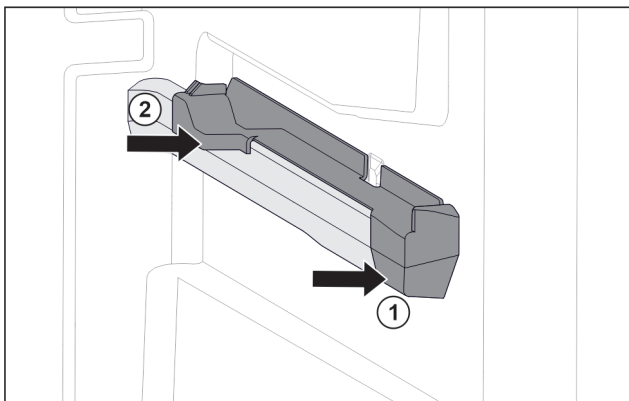

Fig. 109 Élément emboîtable sur la nervure de récipient droite
- ▶ Poser le devant de l'élément emboîtable contre la nervure de récipient. Fig. 109 (1)
- ▶ Enfoncer l'arrière de l'élément emboîtable. Fig. 109 (2)